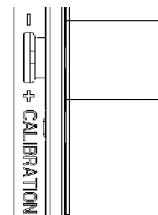

Figure 1
8. Le gradateur peut avoir à être réglé aux faibles intensités pour que certaines lampes s'allument correctement et/ou ne clignotent pas. Pour cela, COUPER L'ALIMENTATION DU CIRCUIT et retirer la plaque murale. Utiliser un petit tournevis plat isolé pour régler le potentiomètre qui est accessible à travers la fente (« CALIBRATION ») située sur la bande (Figure 1). Tourner la molette vers le bas pour augmenter le réglage de l'intensité lumineuse minimale et tourner la molette vers le haut pour réduire l'intensité lumineuse. Ensuite, remonter la plaque murale, remettre sous tension et tester. Répéter les étapes ci-dessus au besoin.